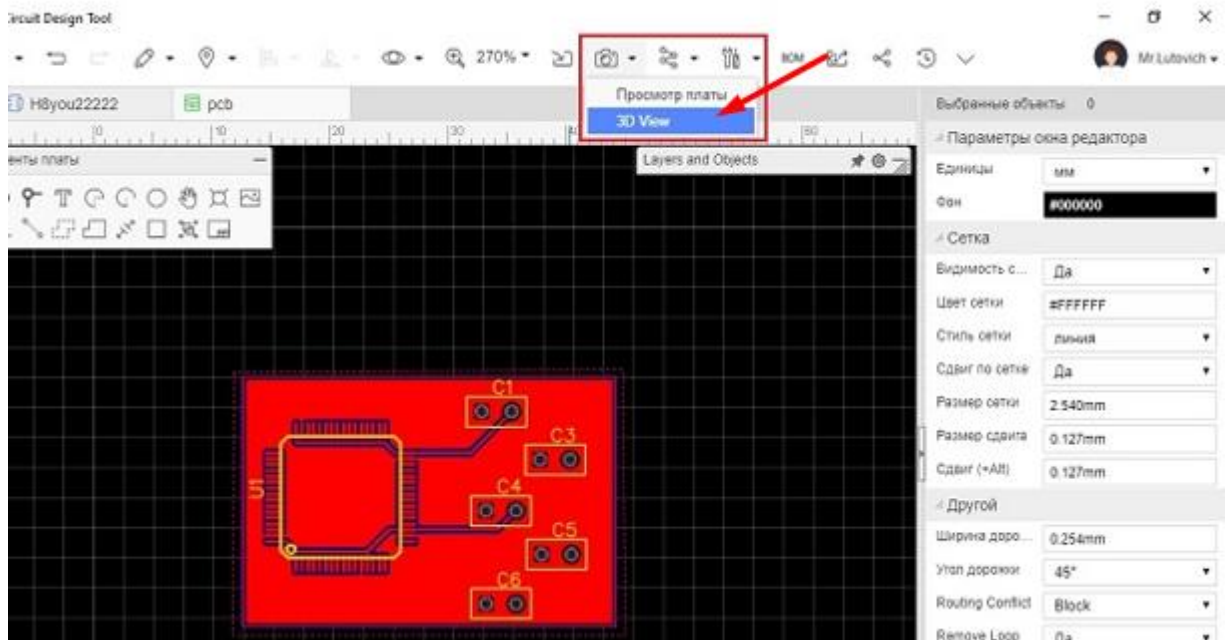

Рис.5.21 Режим 3D просмотра печатной платы
6. Следующий этап – создание 3D модели печатной платы. Для этого в верхнем меню редактора во вкладке Предпросмотр надо нажать 3D View (Рис.5.21).